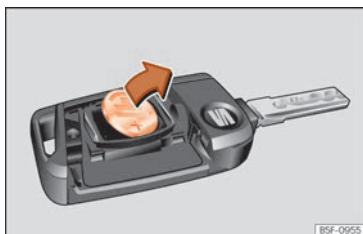

Fig. 88 Chave do veículo: extração da pilha.
- Extraia a pilha do compartimento com um objeto fino adequado »»» **Fig. 88.**
- Coloque a pilha nova conforme se mostra »»» **Fig. 88** pressionando-a para o compartimento da pilha, no sentido contrário ao da seta »»» ❷.